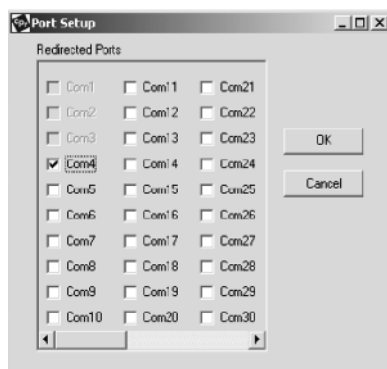

Рис. 27. Окно настройки последовательных портов
6. Щелкните по кнопке *Com Setup*. Откроется окно *Port Setup* («настройка портов», рис. 27), в котором установлен флажок у первого логического последовательного порта. Физические последовательные порты на компьютере, где установлен «Com Port Redirector», показаны как неактивные и не доступны. На рис. 27 это порты с Com1 по Com3. В зависимости от конфигурации вашего компьютера порты, помеченные как недоступные, могут быть другими.